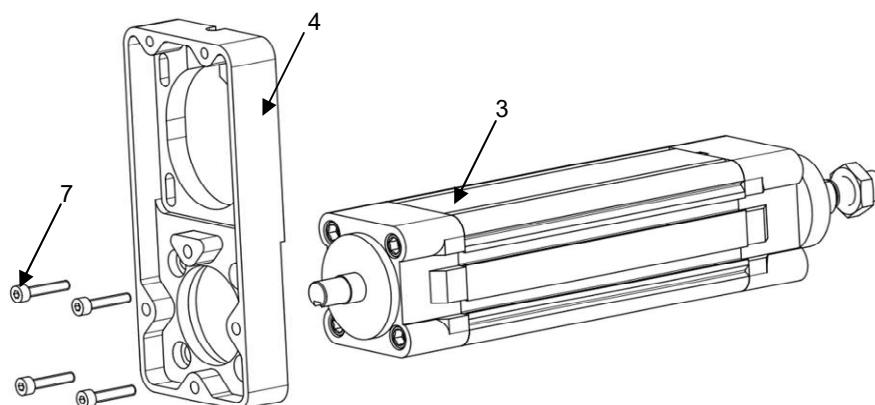

Рисунок 9 – Монтаж корпуса на модуль.
1) смонтировать корпус монтажного комплекта (поз. 4) на модуль (поз. 3) (см. рисунок 9). Закрепить корпус (поз. 4) с помощью прилагаемых винтов (поз. 7).